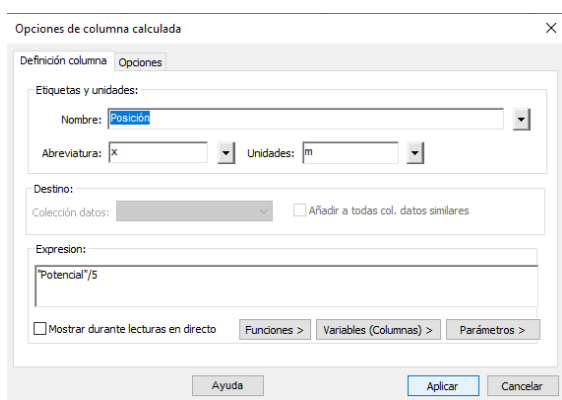

Figura 5. Configuración de la nueva columna calculada
- e) Hacer click en “Variables (Columnas) >” y seleccionar la opción “Potencial”. Completar con la expresión "Potencial"/5 en el recuadro de “Expresión” como se muestra en la Figura 5 y hacer click en aplicar. Con esto se le está indicando al software que el valor de la nueva columna será igual al valor obtenido del sensor dividido entre cinco.